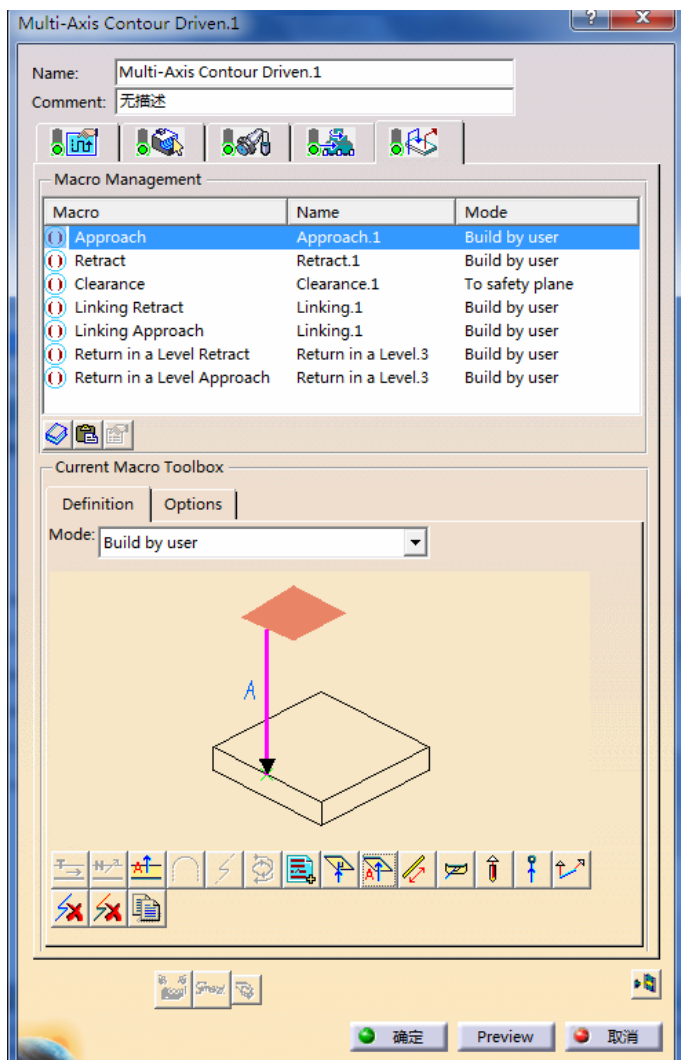

图 5-48 设置“Approach”参数(2)
- 在“Macro Management”区域的列表框中选择“Approach”, 单击鼠标右键, 在弹出的快捷菜单中选择 Activate 命令, 在“mode”下拉列表中选择“Build by user”, 依次单击按钮和按钮, 设置“Approach”参数(2)如图 5-48 所示。